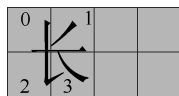

图 6-9 YL-236 单片机实训台上点阵屏显示 16×16 的汉字“长”
(1) 任务书：在 YL-236 单片机实训台上点阵屏显示 16×16 的汉字“长”，如图 6-9 所示。
(2) 编程分析：1 个 16×16 的汉字要占 4 个 8×8 的点阵屏（图中编号为 0、1、2、3）。采用横向取模纵向扫描，根据取模方法决定的扫描顺序是：0 号屏第 0 行、1 号屏第 0 行→0 号屏的第 1 行、1 号
(1) 任务书：在图 6-9 所示的屏的左半部依次显示“长”、“阳”、“职”、“教”。
(2) 编程分析：取出的字模数据放在二维数组里，用前一个下标表示各个汉字在数组内的排序编号，在显示某个汉字调用显示函数时，显示函数的实参值等于该汉字的编号即可。